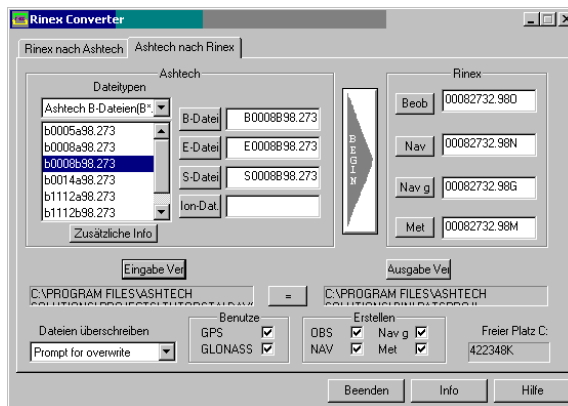

Abbildung B.6. Dialogfeld "Ashtech nach RINEX"
1. Klicken Sie auf den Reiter **Ashtech nach RINEX**, um zur Registerkarte **Ashtech nach RINEX** zu gelangen (Abbildung B.6).